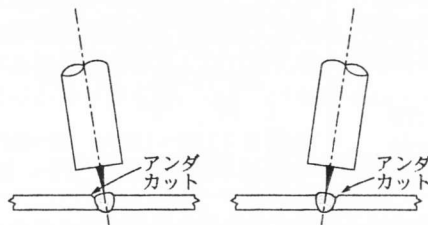

図3 アンダカットの発生しやすいねらい角度
- トーチねらい角度90°がくずれた場合、倒れた側にアンダカットが発生しやすい。特にアーク長が長くなると、より発生しやすくなる。(図3)